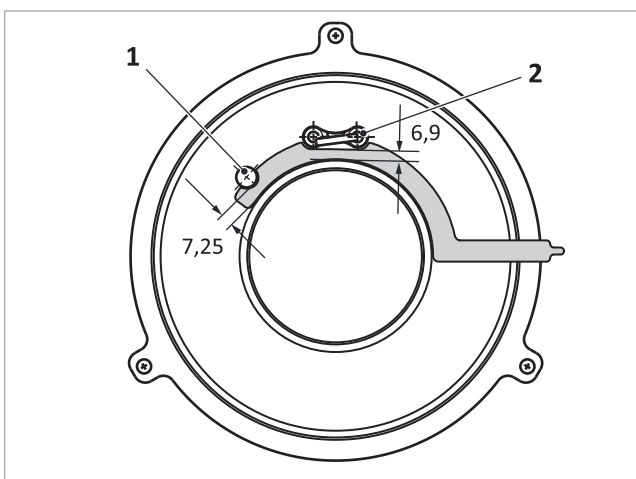

Fig. 49: Distancias entre los electrodos de ionización y de encendido y el quemador piloto
- Electrodo de ionización → Fig. 49 (1): 7,25 mm
- Electrodo de encendido → Fig. 49 (2): 6,9 mm